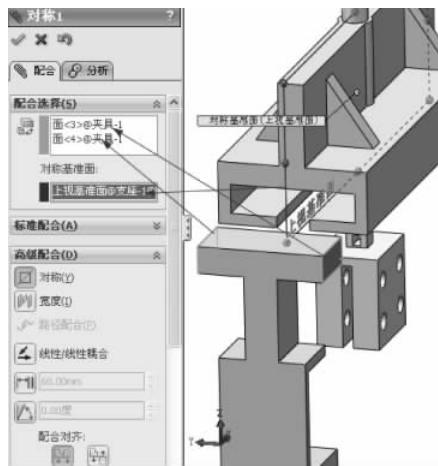

图 3-103 对称配合
(3) 继续进行配合操作，在【高级配合】选项组下选择【对称】配合类型 ，在【配合选择】选项组下的【要配合实体】选择框中选择夹具的两个侧面，在【对称基准面】选择框中选择支座的上基准面，如图 3-103 所示，其他保持默认，单击【确定】按钮 ，完成对称的配合。